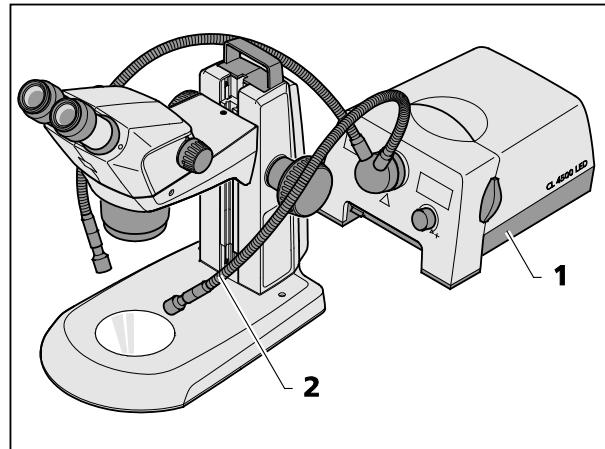

图15 安装外部光学纤维照明器件
- 打开外部光学纤维照明器件（图15/1），调整照明强度并通过弯曲两个鹅颈管（图15/2）来设置照明器件，从而使物体达到最佳照明效果。